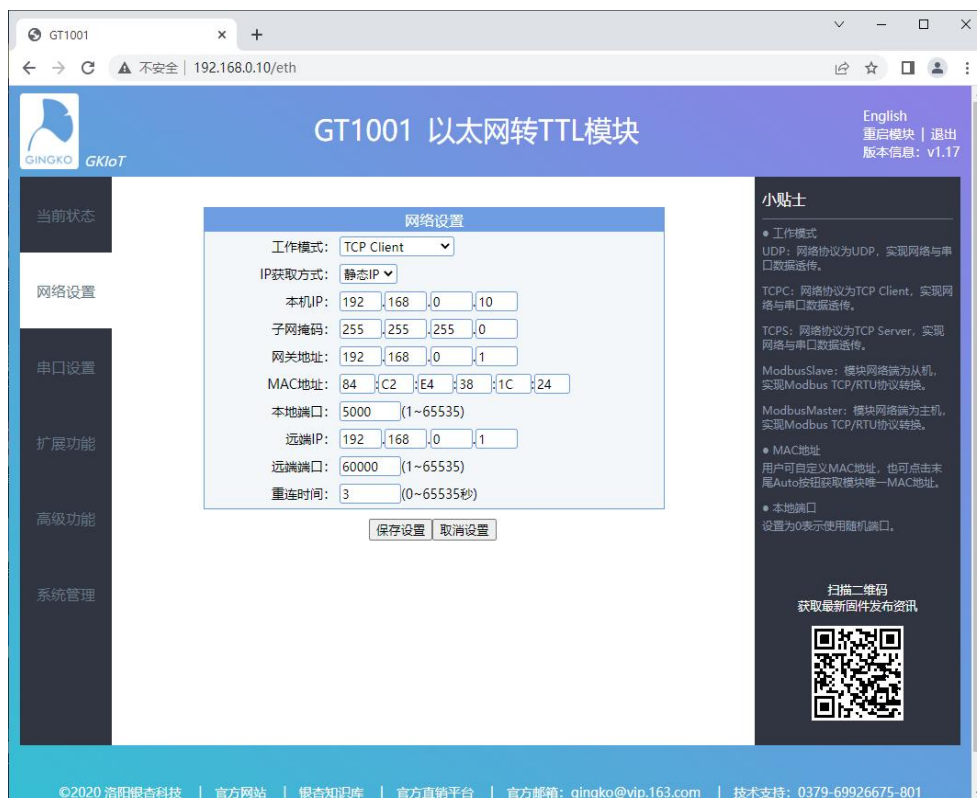

图 4-3 网络参数设置
(3) 在“网络设置”项中设置网络相关参数，如图 4-3 所示，设置后点击保存设置即可，下次上电生效。